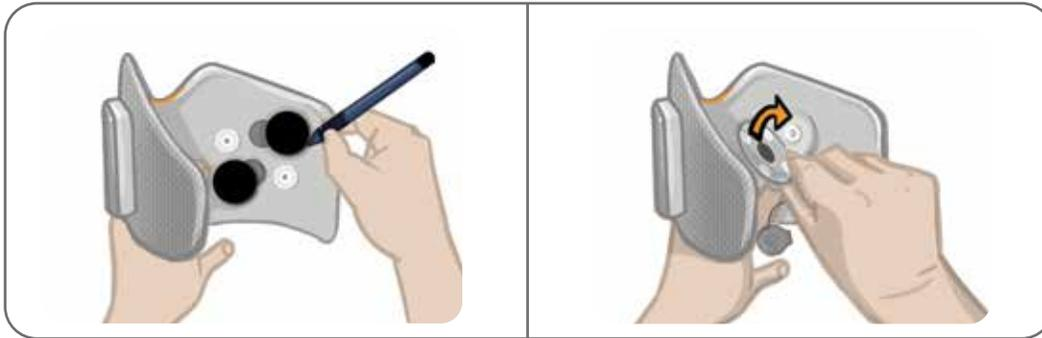

Ilustración 11-8: Marque la posición de la base del electrodo (izquierda)
1. Retire los ocultadores de cables y marque la posición de las bases de electrodos usadas en el revestimiento de la banda con un marcador indeleble. Consulte la ilustración 11-8.
2. Desconecte los broches de las bases de los electrodos de los orificios de enganche. Consulte la ilustración 11-8.